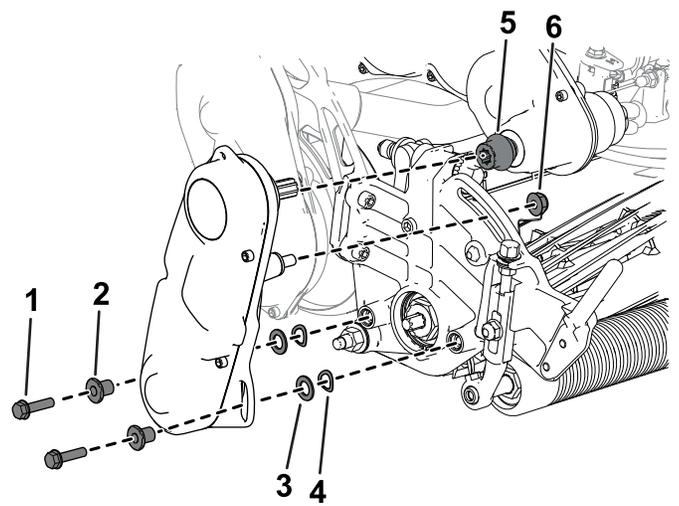

Figura 47
- Utilice los tornillos allen, las arandelas y los espaciadores que retiró anteriormente para sujetar el conjunto de transmisión del molinete a la placa lateral de la unidad de corte (Figura 47).
Asegúrese de que el árbol del conjunto de transmisión del molinete está instalado en el acoplamiento del árbol de la transmisión (Figura 47).